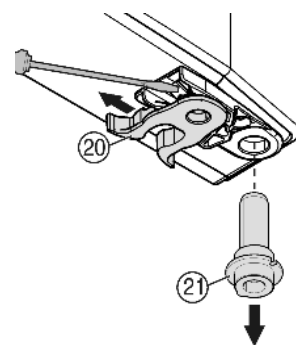

Fig. 8
- Veerklem Fig. 8 (20) verplaatsen: Sluitnok omlaag drukken, veerklem eroverheen en eraf trekken.
- Lagerbout Fig. 8 (21) uit de deurbus nemen en samen met het plaatje aan de tegenoverliggende kant aanbrengen. De sluitnok moet naar de binnenkant van de deur wijzen, de kerf naar de buitenkant.
- Deur aan de onderkant vastzetten en de lagerbout Fig. 8 (21) in de lagerbus aanbrengen. Evt. de lagerbout draaien om deze te laten vastklikken.